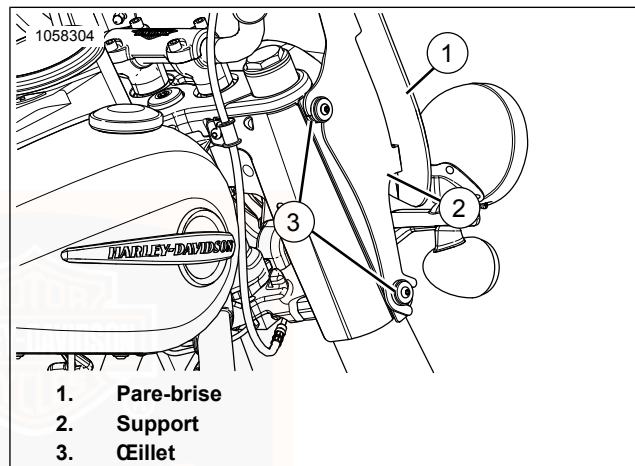

Figure 40. Ensemble de pare-brise
1. Voir Figure 40. Déplacer le HAUT de l'ensemble de pare-brise (1) vers l'avant jusqu'à ce que les encoches SUPÉRIEURES du support (2) se séparent des œillets (3) en glissant.
1. Voir Figure 40. Vérifier que les œillets (3) et les supports (2) sont en place et en bon état.